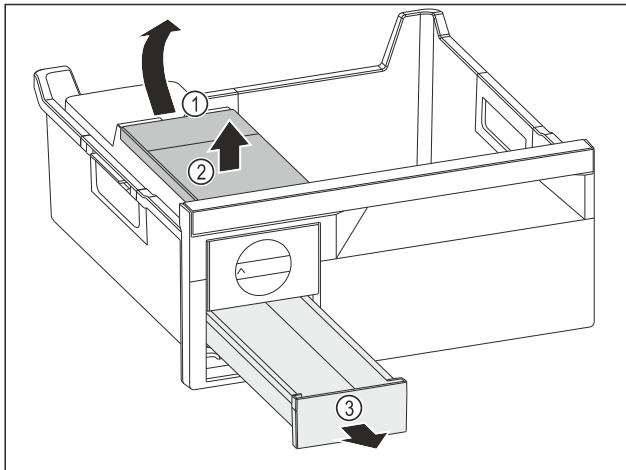

Fig. 92
- ▶ Wassertank entnehmen: Wassertank an der Aussparung Fig. 92 (1) anheben.
- ▶ Wassertank Fig. 92 (2) nach oben entnehmen.
- ▶ Eiswürfelschubfach Fig. 92 (3) nach vorne entnehmen.